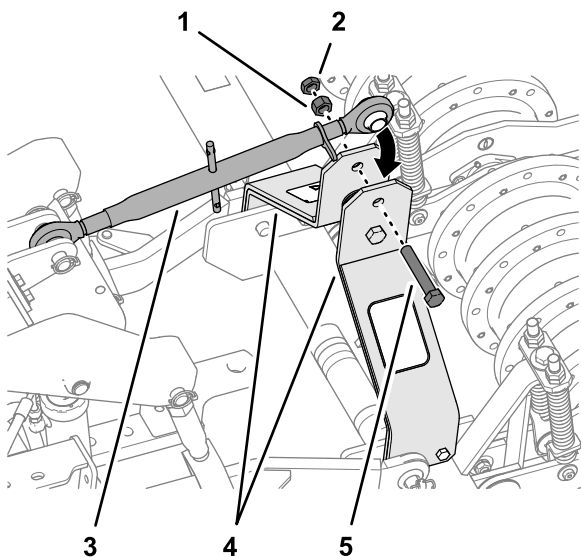

Figure 18
- Assemblez l'autre extrémité du bras supérieur de l'attelage 3 points sur les bras de levage de l'aérateur (Figure 18) à l'aide du boulon (3/4 x 4 po), de l'écrou (3/4 po) et de l'écrou de blocage (3/4 po).